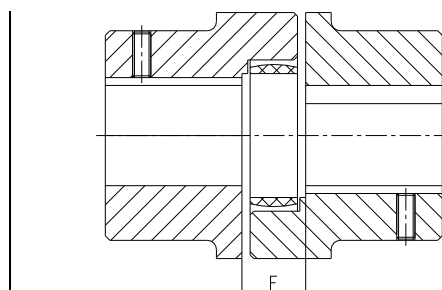

Рис. 6: Монтаж муфты
- Переместите агрегаты в осевом направлении, чтобы выдержать размер E (см. рис. 6).